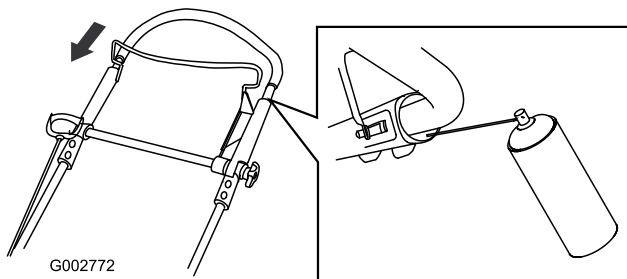

Figure 45
2. Abaissez complètement la partie supérieure du guidon et pulvérisez la surface en plastique intérieure de la poignée extérieure (Figure 45).